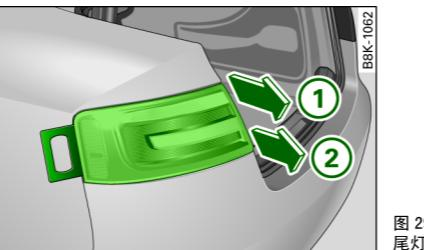

图 291 拆卸侧围板中的尾灯
将辅助工具小心地插入车身和尾灯的间隙中 ⇒ 图 291 ⇒ !。
沿箭头方向交替地拔尾灯 ⇒ 图 291 ① 和 ②，直到它松开。